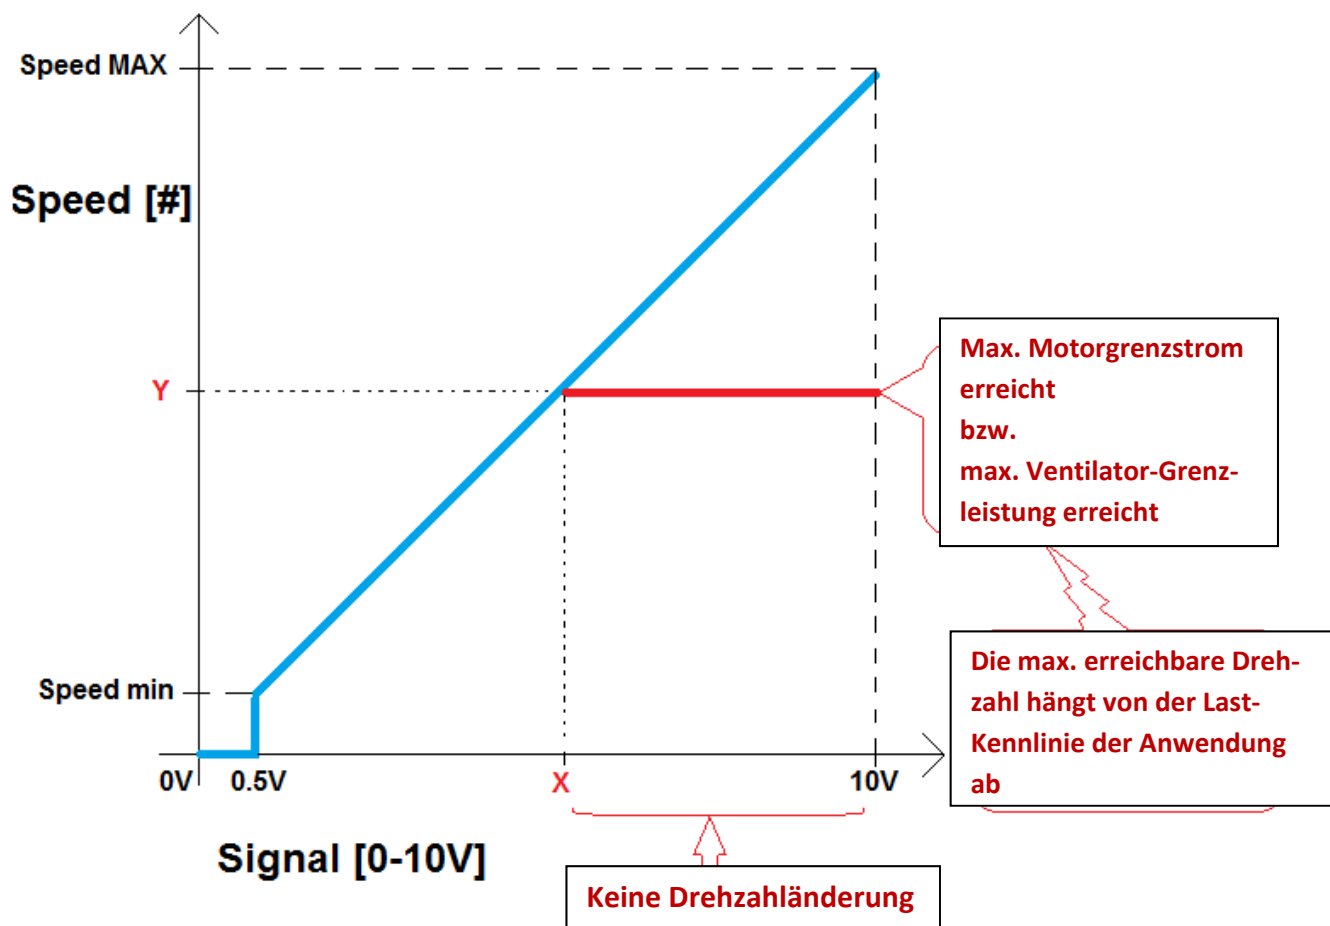

Abb. 14 – Verhältnis Analogsignal- Drehzahl
Die Ventilatorordrehzahl ist proportional zur Analogeingangsspannung. Das Verhältnis ist in Abb. 14 dargestellt.
- 1) Ermitteln von **Voltage_(Required) = V_{Req}** zum Erreichen von **Speed_(Desired)** mit dem Diagramm Grafik Signal/Drehz. von Abb. 14.